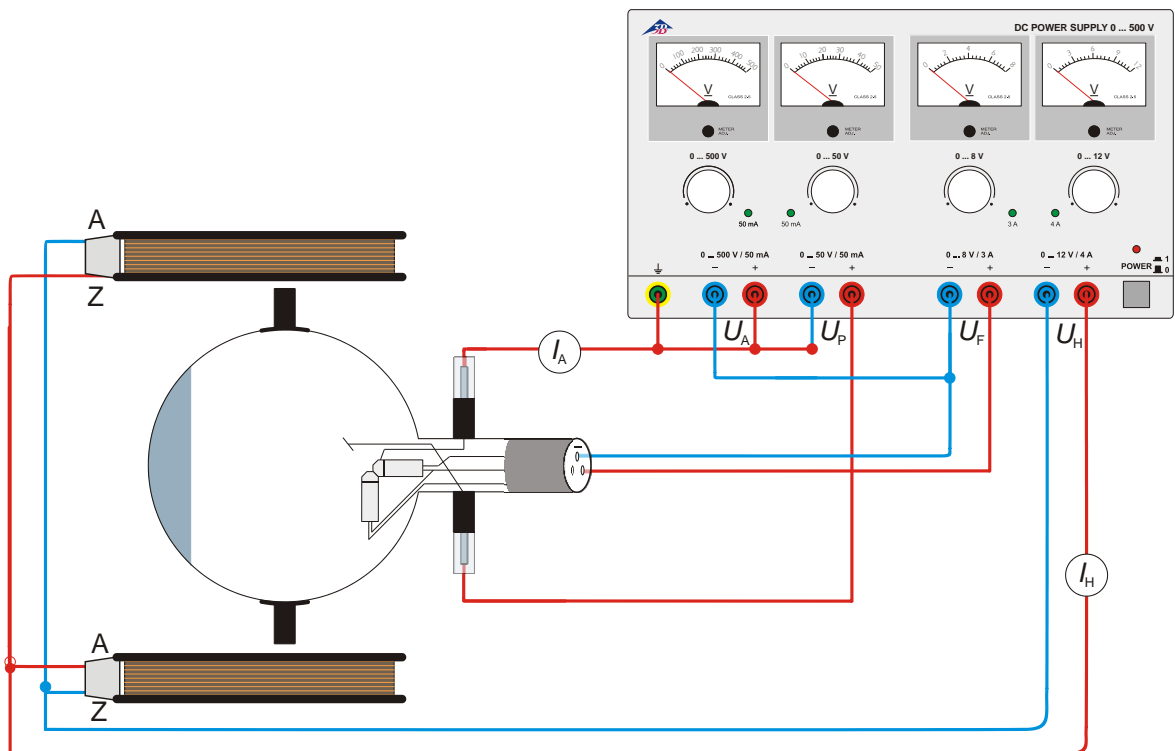

Fig. 5 Détermination de e/m avec le canon électronique perpendiculaire
- Procédez au câblage du tube comme le montre la figure 5.